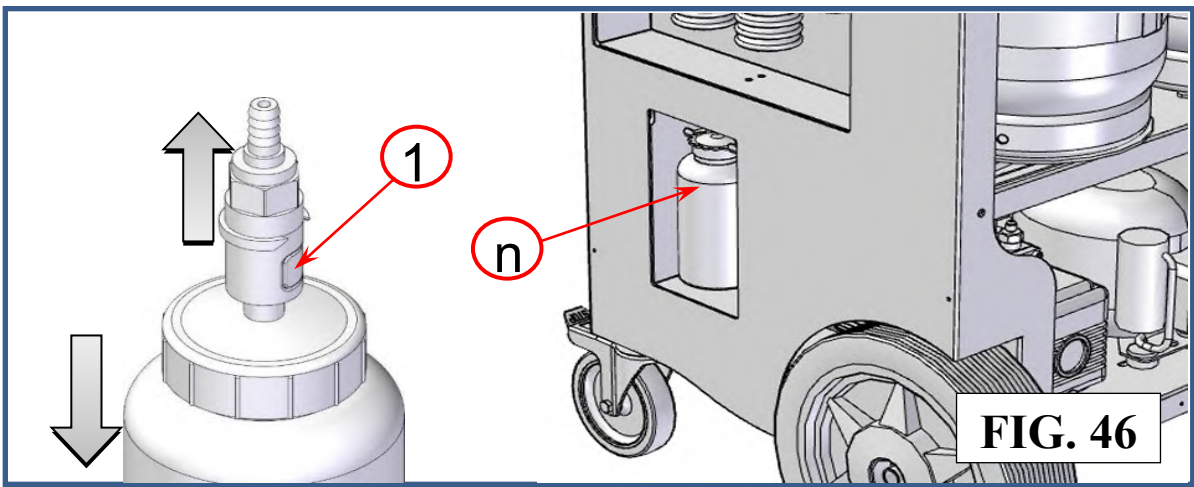

FIG. 46
1. Pulse el botón de conexión rápida (Ref 1, Fig. 46) para desconectar el contenedor de aceite usado.
2. Levante de su ubicación el contenedor de aceite usado (Ref n, Fig. 46) sin ejercer presión sobre la balanza.